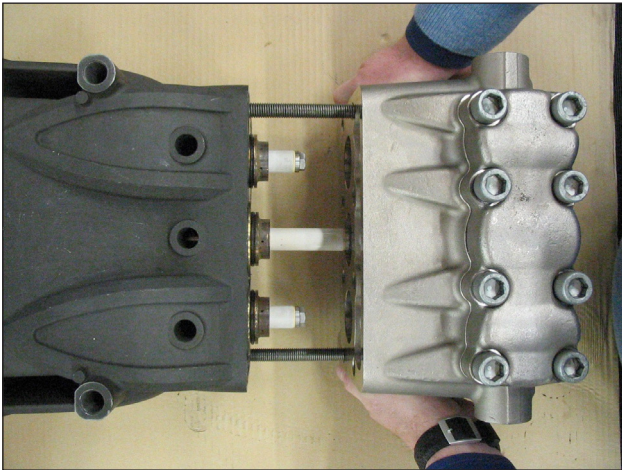

Fig. 33
- B) Lubrifier les composants ②③⑤ avec de la graisse à base de silicone OCILIS réf. 12001600 ; cette opération est considérée nécessaire pour faciliter l'adhérence de la lèvre des joints sur le piston.
2. Utiliser deux vis - goupille de service (réf. 27508200) fixées au carter comme le montre la Fig. 33 pour positionner la tête complète en s'assurant qu'elle est insérée seulement sur le piston central.